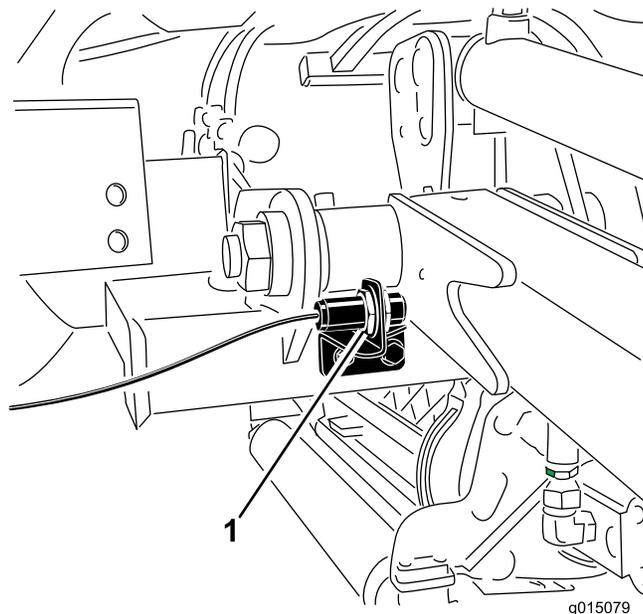

Bild 40
2. Der Hubarmschalter befindet sich hinter dem rechten vorderen Hubarm (Bild 40).
3. Lösen Sie die Befestigungsschrauben des Schalters (Bild 40) und schieben Sie den Schalter nach oben, um die Wendehöhe des Hubarms zu erhöhen, oder schieben Sie den Schalter nach unten, um die Wendehöhe des Hubarms zu verringern. Ziehen Sie die Befestigungsschrauben fest.